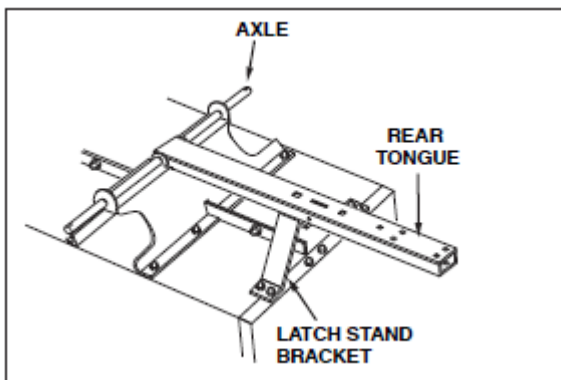

рис. 9
15. Во избежание случайного опрокидывания при дальнейшей сборке поставьте корпус вверх ногами на верхние кромки так, чтобы колесная рама была сверху. См. рис. 9.
16. Поместите водило на колесную опору и скобу фиксатора. Пропустите ось сквозь колесную раму и водило. См. рис. 9.